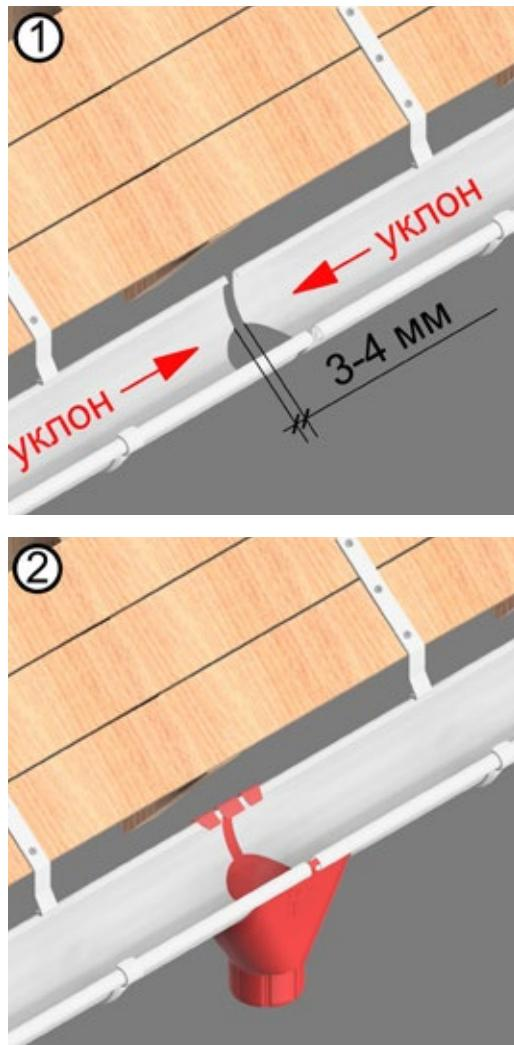

Рис. 10 Устройство уклона желоба с обеих сторон воронки.
5.6 В случае необходимости устройства уклона желоба в сторону воронки с обеих её сторон (например, расположение воронки по центру ската), сделайте отверстие в желобе при помощи ножовки, разрежьте желоб на две части и оставьте зазор 10-15 мм между торцами получившихся частей желоба (рис. 10 ч. 1).